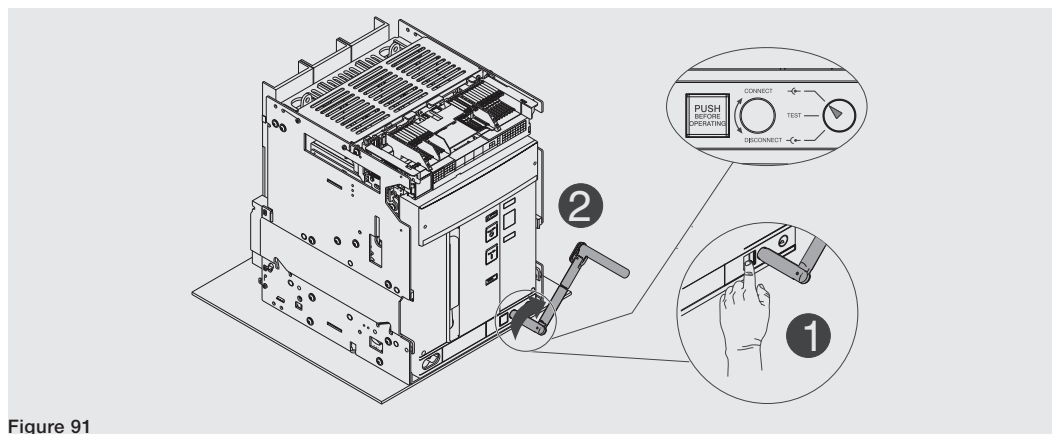

Figure 91
11. Appuyer sur le bouton de blocage et tourner la manivelle dans le sens horaire jusqu'à ce que le bouton sorte et l'indicateur signale que le disjoncteur est en position **CONNECT**. Voir Figure 91.